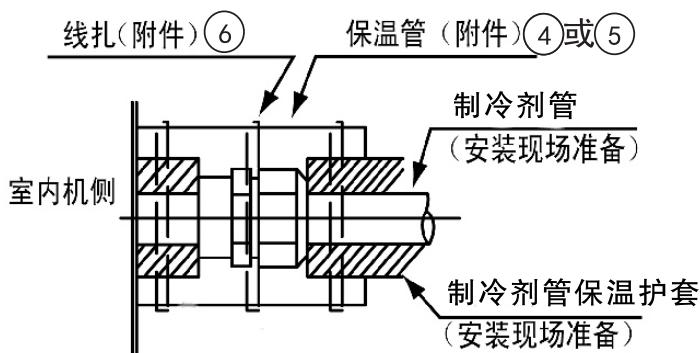

图 18 管的保温
连接完制冷剂管后，用随机附带的保温管④和⑤将制冷管道保温，并用扎带⑥扎紧，见图18。